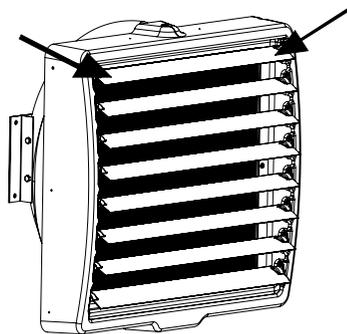

Рис.5
7.5 Открывать направляющие жалюзи следует обеими руками, держа параллельно с двух сторон. Несоблюдение данных рекомендаций может привести к их повреждению (рисунок 5).